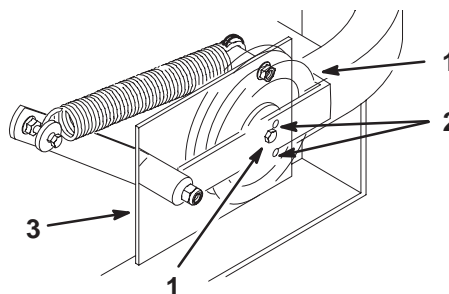

Figure 68
Important Vérifiez que la courroie est bien en place dans les guides avant et arrière (Fig. 68).
4. Vérifiez la tension de la courroie. Le boulon central de la poulie de tension rappelée par ressort doit se trouver près du trou d'alignement supérieur de la plaque de support gauche (Fig. 68).